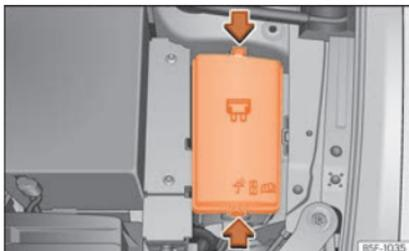

Abb. 51 Im Motorraum: Abdeckung des Sicherungskasten.
- Drücken Sie die Verriegelungslaschen, um die Abdeckung des Sicherungskastens zu entriegeln »» **Abb. 51**.